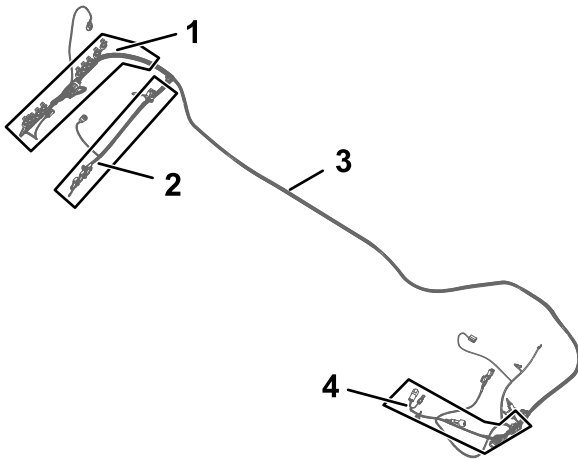

Bild 74
1. Ermitteln Sie den Kabelbaumzweig (84 cm), Kabelbaumzweig (60 cm) und Kabelbaumzweig (66 cm) des Kitkabelbaums (Bild 74 und Bild 75).